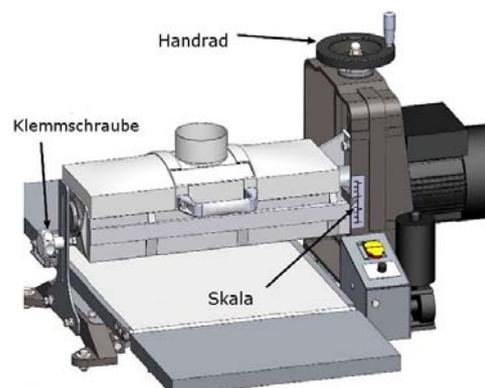

Abb. 13: Höhenverstellung
Schritt 1: Klemmschraube (Abb.13) lösen.
Schritt 3: Sobald die richtige Schnitttiefe für Ihre Bearbeitung eingestellt ist, ziehen Sie die Klemmschraube (Abb.13) wieder fest.